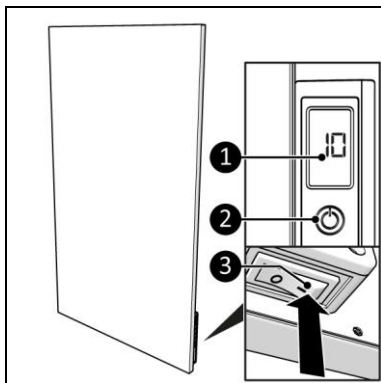

Figura 18
1. Puneți comutatorul ON / OFF în poziția ON (Figura 18, poz. 3).
2. Apăsați butonul ON / OFF de pe panoul de control (Figura 18, poz. 2) sau de pe telecomandă.
3. Afișajul (Figura 18, poz. 1) va arăta mai întâi temperatura setată, timp de 3 secunde, urmată de temperatura ambiantă.